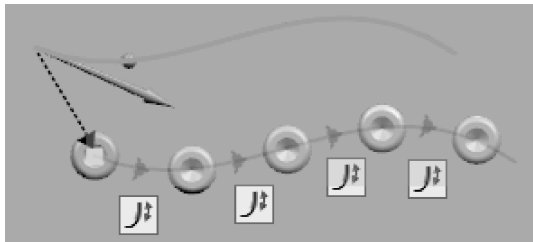

图 4-32 【平移】路径方法
- 平移：在线性方向将路径移动到输入特征参考点，然后沿平移的路径计算间距，如图 4-32 所示。